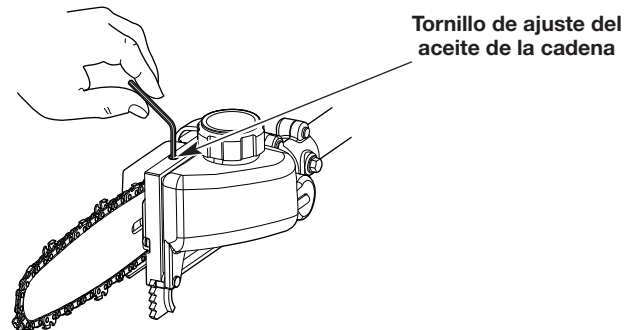

Fig. 15
1. Inserte una llave Allen de 3/32 pulgadas en el tornillo de ajuste de aceite de la cadena (Fig. 15).